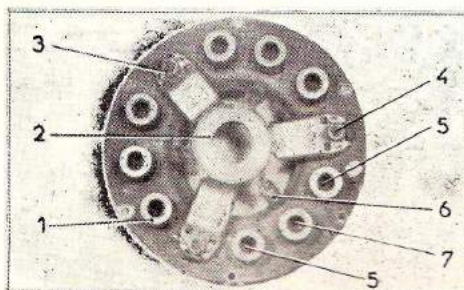

Fig. E 3.
Accrocher les ressorts (6) d'appui des linguets au carter tôle. Présenter la bague (2) et accrocher les ressorts à la bague (fig. E 3).